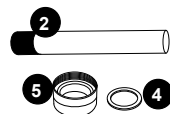

FIGURE 7
5. Retirer l'écrou à compression (5) en le tournant dans le sens contraire des aiguilles d'une montre (Figure 5). Au besoin, utiliser une pince multiprise à crémaillère (Figure 6). Vous remarquerez une rondelle de compression en acier inoxydable (4) qui glisse sur le tube de quartz; il faut conserver cette rondelle (4) pour la réutiliser plus tard (Figure 7).